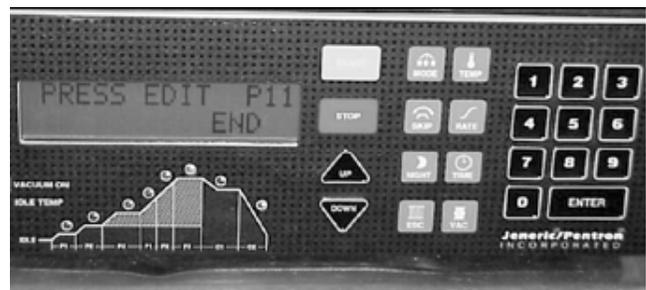

Figura 11A. Fin de la edición de los parámetros.
10. FIN de la edición del programa (Figura 11A).